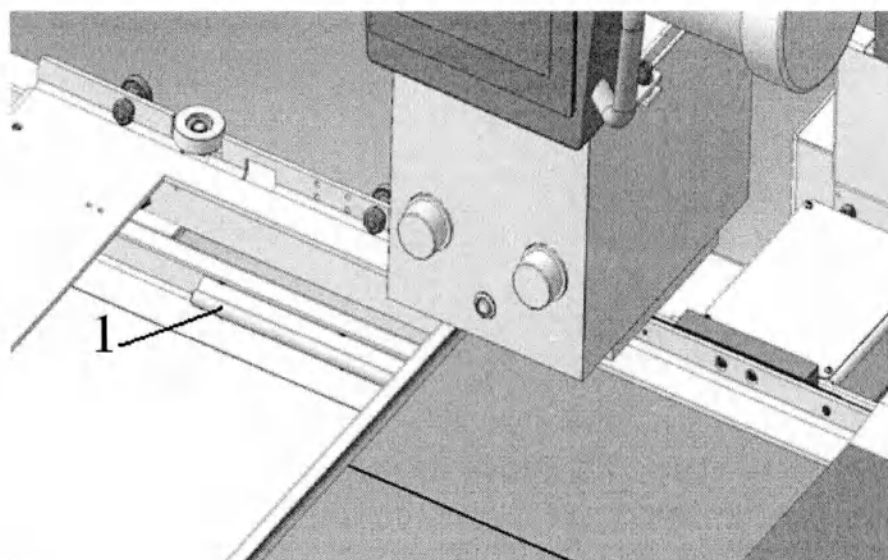

Рисунок 2.9.3 – Схема расположения направляющей
- провести смазку (рисунок 2.9.3) направляющей 1. Смазка ЦИАТИМ-201;